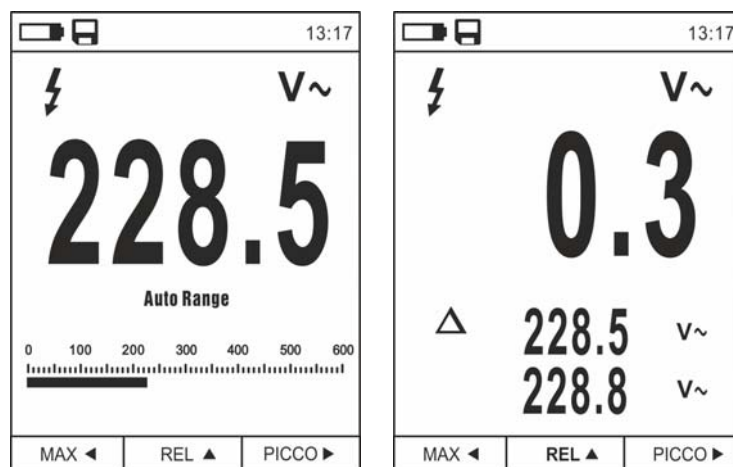

Fig. 8: Misura relativa
1. Premere il tasto **REL ▲** per entrare nella misura relativa (vedere Fig. 8 – parte destra). Lo strumento azzerava il display e salva il valore visualizzato quale valore di riferimento a cui saranno riferite le successive misure. Il simbolo “Δ” è mostrato a display. Le funzioni “MAX/MIN” e “PICCO” non sono attive in questa modalità